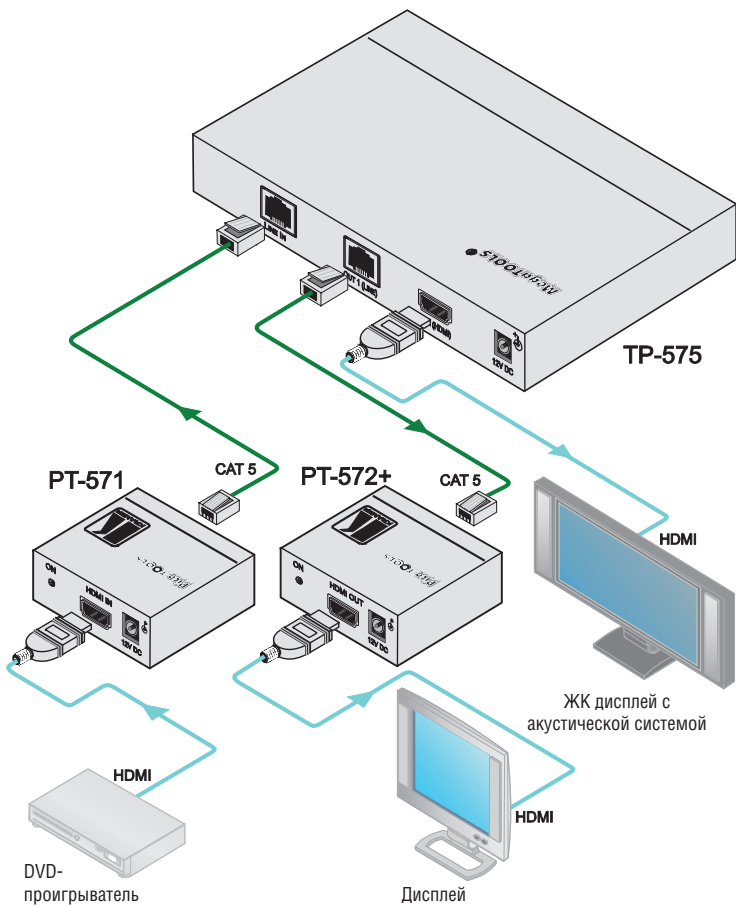

Рис. 2. Подсоединение приемника и ретранслятора по витой паре сигналов HDMI TP-575
Чтобы подсоединить **TP-575** к линейному передатчику HDMI **PT-571** и к линейному приемнику HDMI **PT-572+** в соответствии с примером, приведенном на рис. 2, действуйте в следующем порядке:
6. Подсоедините блок питания на 12 В постоянного тока (для подачи электропитания как на **TP-575**, так и на **PT-571** и **PT-572+**) (на рис. 2 не показан) к разъему электропитания на **TP-575**, а адаптер подсоедините к розетке электросети